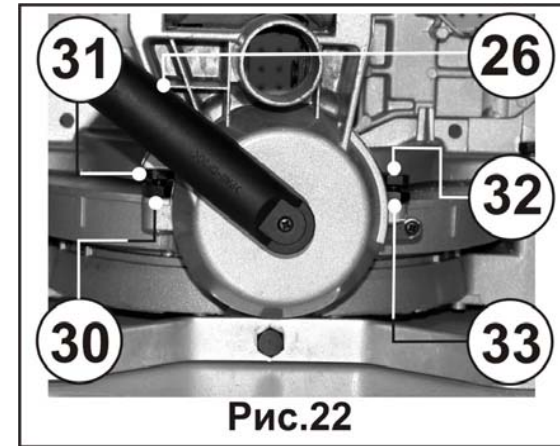

Рис.22
13.5.1. Установка угла наклона 0°, (Рис. 22)
13.5.2. Установка угла наклона 45°, (Рис. 22)